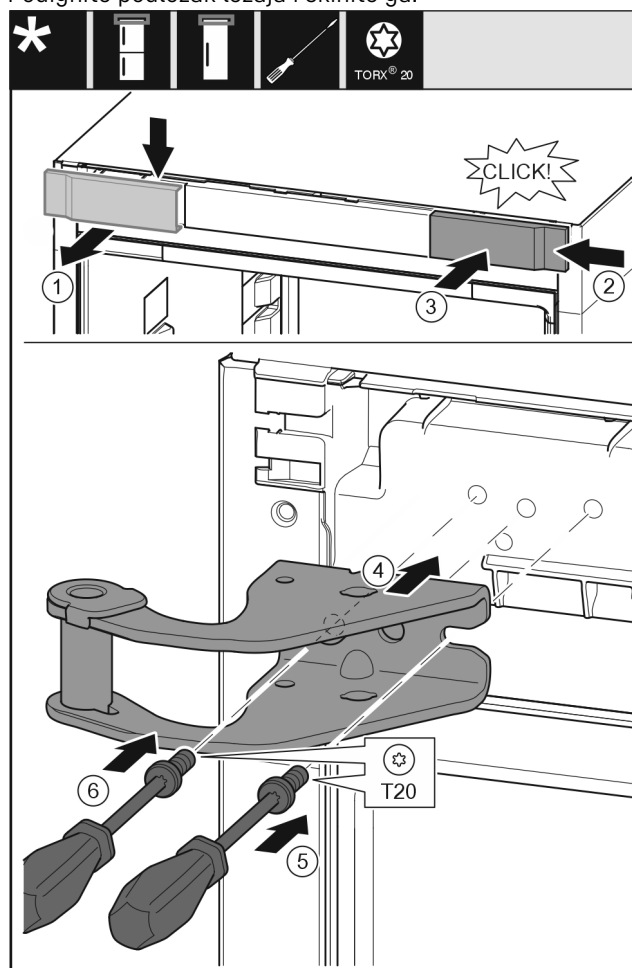

Fig. 9
- ▶ Skinite pokrov odozgo prema naprijed. Fig. 9 (1)
- ▶ Objesite pokrov okrenut za 180° na drugoj strani s desne strane. Fig. 9 (2)
- ▶ Pustite da pokrov uskoči. Fig. 9 (3)
- ▶ Postavite gornji podložak ležaja. Fig. 9 (4)
- ▶ Odvijačem T20 umetnite i pritegnite vijak. Fig. 9 (5)
- ▶ Odvijačem T20 umetnite i pritegnite vijak. Fig. 9 (6)